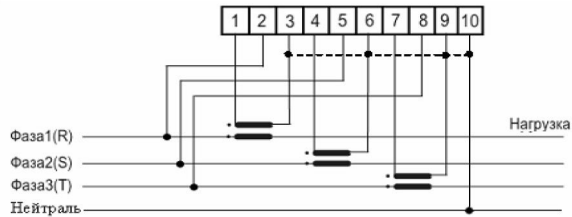

Рисунок 2 - Схема підключення лічильника CE303-U в корпусі S31
5.3 Порядок встановлення. Лічильник необхідно встановлювати в місцях з умовами за п.1.5. Підключення лічильника проводиться у відповідності із схемою, зображеною на кришці колодки затискачів (відповідає схемі на рис. 2).